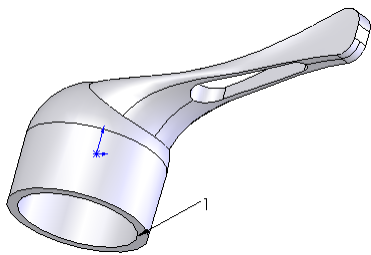
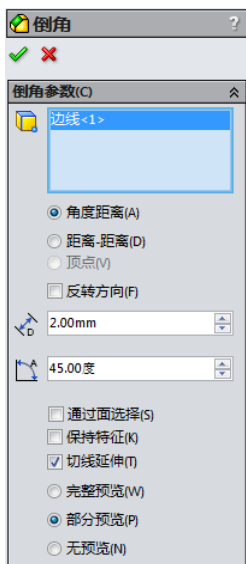
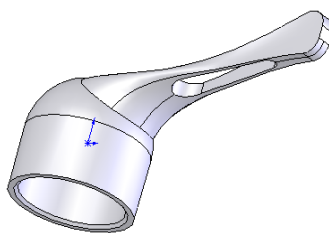
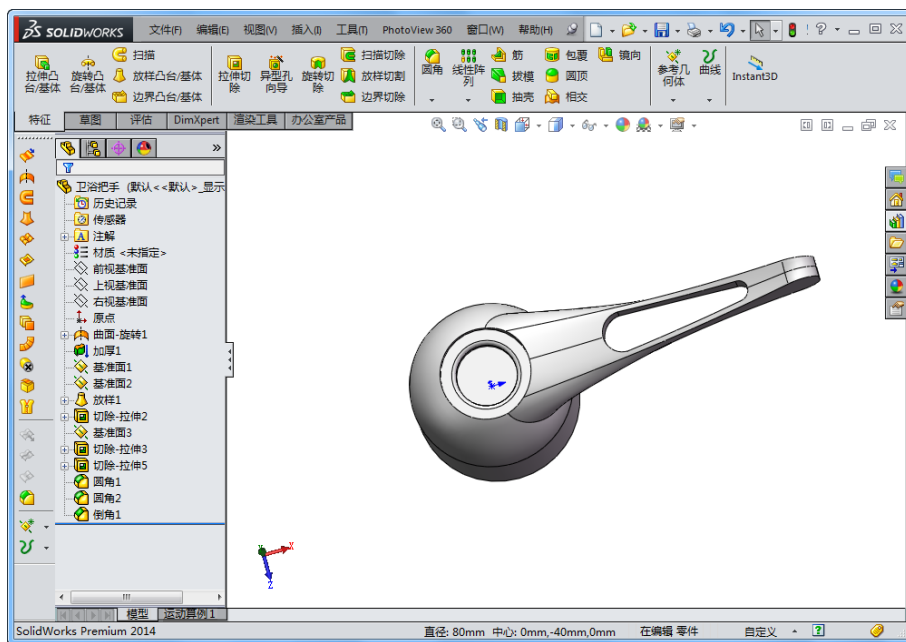

图 6-113 设置视图方向后的图形
图 6-114 “倒角”属性管理器
图 6-115 倒角后的图形
图 6-116 卫浴把手及其 FeatureManager 设计树
**42** 设置视图方向。设置视图方向。单击“前导视图”工具栏中的“旋转视图”图标, 将视图以合适的方向显示，结果如图 6-113 所示。
**43** 倒角实体。在菜单栏中选择“插入”→“特征”→“倒角”命令，或者单击“特征”工具栏中的“倒角”图标按钮, 此时系统弹出如图 6-114 所示的“倒角”属性管理器。在“边线和面或顶点”一栏中，选择图 6-113 中的边线 1；点选“角度距离”选项，在“距离”一栏中输入 2mm；在“角度”一栏中输入 45 度。单击属性管理器中的“确定”图标按钮, 完成倒角实体，结果如图 6-115 所示。卫浴把手模型及其 FeatureManager 设计树如图 6-116 所示。